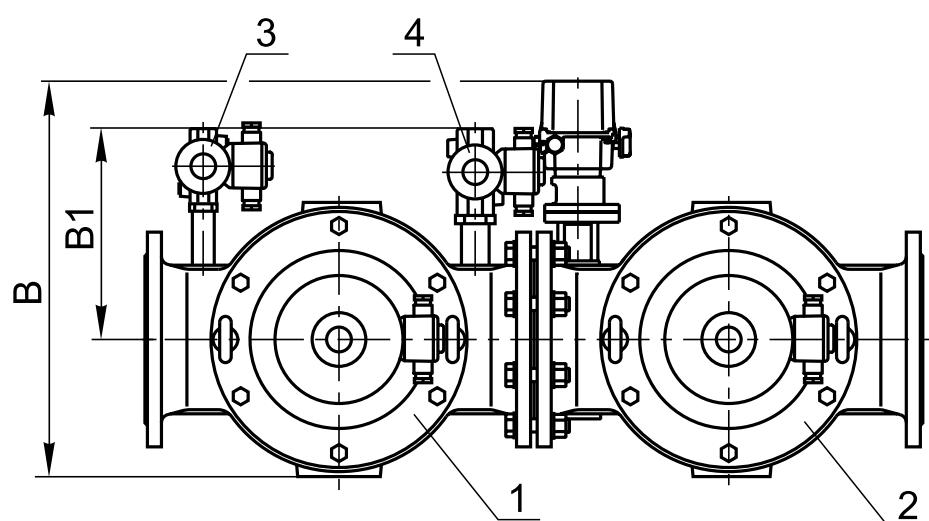

Рис. 23-17
Клапаны свечи безопасности и запальной горелки могут располагаться справа по ходу газа (рис. 23-16) или слева (рис. 23-17).
** Для левого исполнения блоков (рис. 23-17).